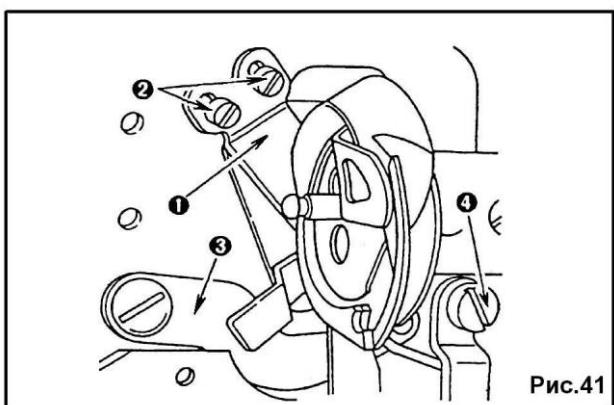

Рис.41
1. Чтобы заменить ответный нож (1), опрокиньте головку машины, снимите установочную пластину челнока и выкрутите винты (2). Установите ответный нож так, чтобы был обеспечен зазор 0,3-0,5 мм между его лезвием и отверстием прохождения иглы в игольной пластине.
2. Чтобы заменить подвижный нож (3), сначала снимите соединительное звено вала (4) (рис.41) обрезателя шпульной нити.
4. Выкрутите установочный винт (5) рычага (6) обрезателя шпульной нити и снимите этот рычаг.